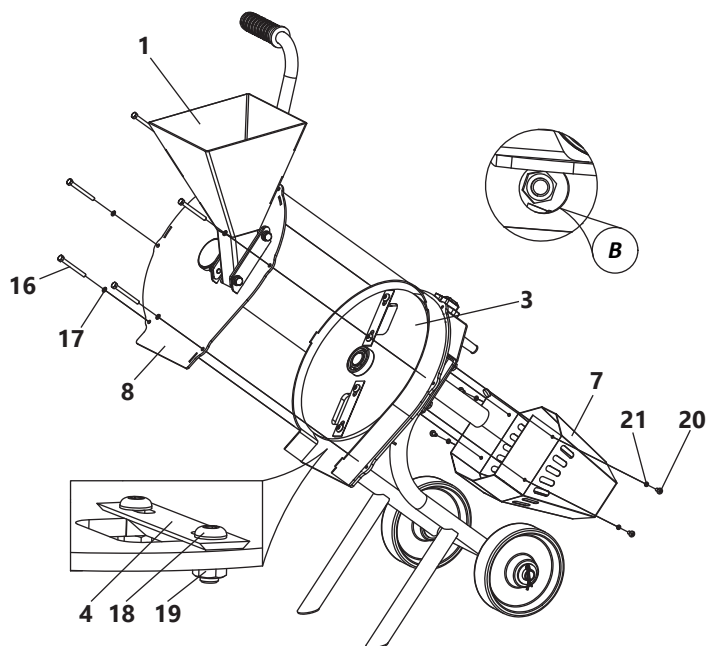

Рисунок 4. Замена режущих ножей
Внешний осмотр включает в себя: проверку кабеля, целостности защитных ограждений. Проверку крепления режущих ножей производят соответствующим инструментом, подтягиванием винтов 18 и гаек 19 (рис. 4).
Для замены ножей необходимо (рис. 4):
- установите нож 4 (как показано на рис. 4) другой стороной или замените его;
Для замены приводного ремня 10 необходимо (рис. 4, 5):
- выверните винты 20 с шайбами 21 (рис. 4);
- снимите кожух 7 (рис. 4);
Для замены щеток необходимо (рис. 4, 5):